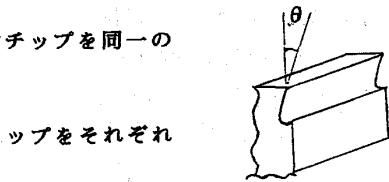

Fig.1 Shape of Tip
2.1 チップ形状：チップ形状は当初直方体であったがFig.1に示すように、スケイ角を付したチップを導入し、試験に供した。